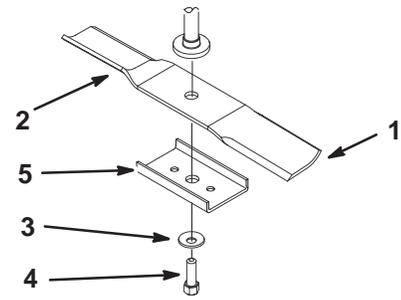
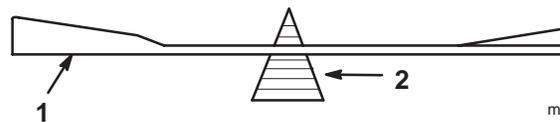

Figure 28
Figure 30
Tenez la lame à son extrémité avec un chiffon ou un gant épais. Enlevez de l'axe, le boulon, la rondelle bombée, le renfort et la lame (Fig. 28).
2. Vérifiez l'équilibre de la lame en la plaçant sur un équilibreur (Fig. 30). Si la lame reste horizontale, elle est équilibrée et peut être utilisée. Si la lame est déséquilibrée, limez un peu l'extrémité de la partie incurvée seulement (Fig. 28). Répétez la procédure jusqu'à ce que la lame soit équilibrée.
1. Placez la lame sur l'axe (Fig. 28).
2. Montez le renfort, la rondelle bombée (face concave vers la lame) et le boulon de lame (Fig. 28). Serrez le boulon de lame à 47–88 Nm (35–65 pieds-livre).